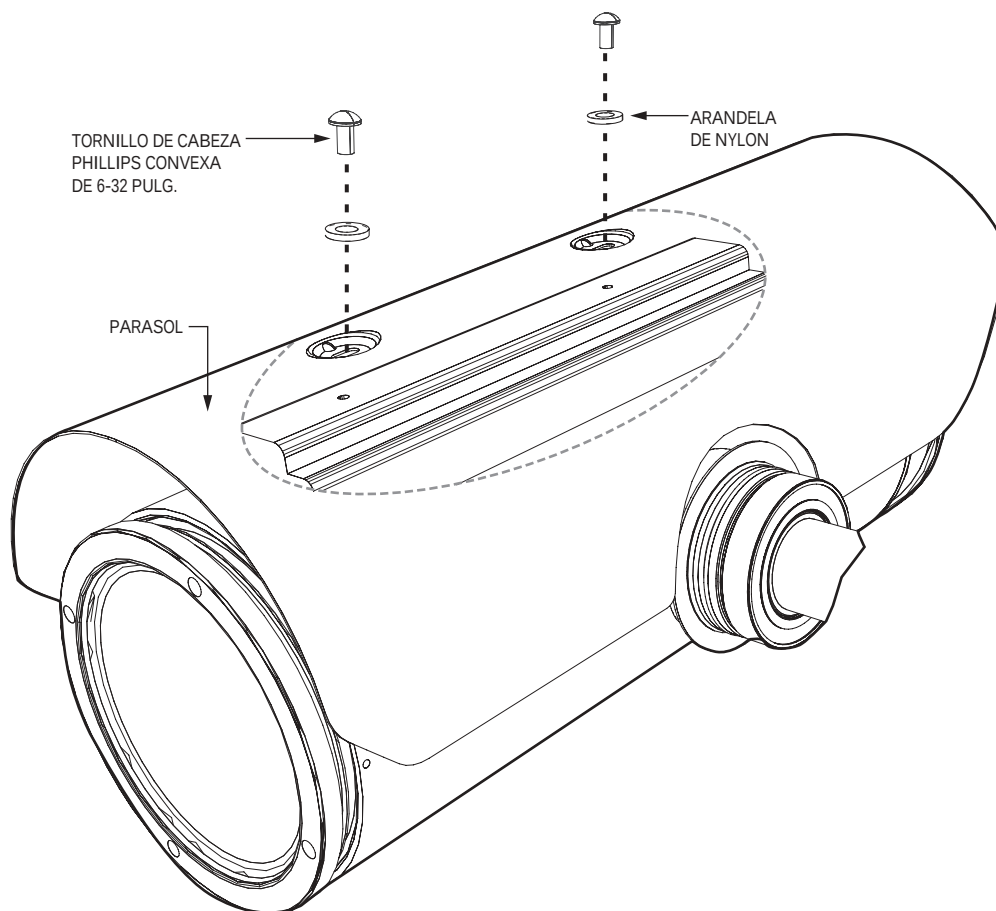

Figura 11. Instale el parasol
1. Coloque las arandelas de nylon suministradas en los tornillos Phillips de 6-32 pulgadas de cabeza convexa. Consulte la Figura 11.